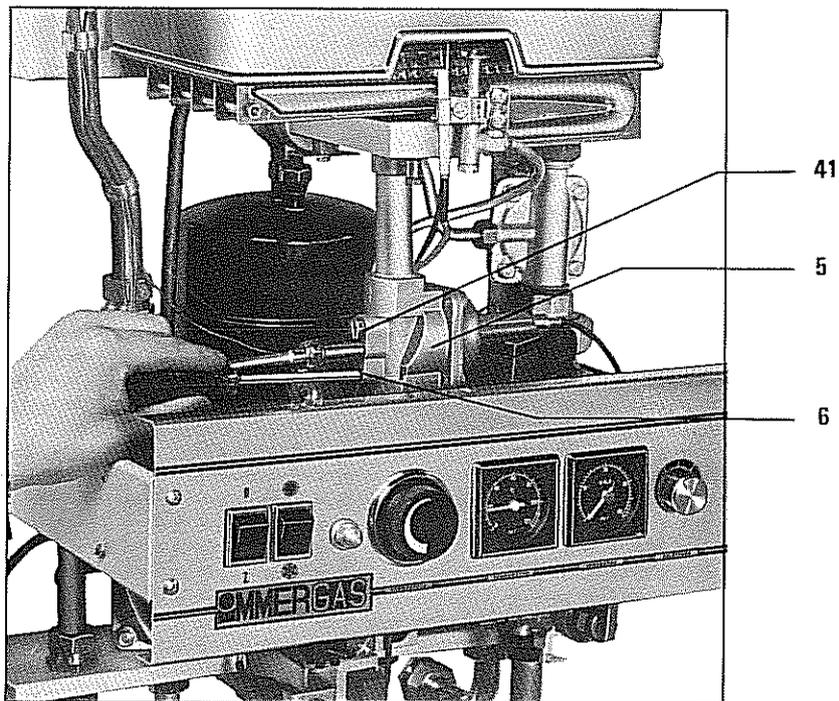

FIG. 17 — REGOLAZIONE DELLA PORTATA MINIMA DEL GAS
- Regolare la **portata minima** sulla valvola moduregolabile (5).
Per fare questo bisogna prima avvitare a fondo la vite (41) per la regolazione del riscaldamento, quindi agire sulla vite di minimo (6) dopo aver tolto il tappo di tenuta (vedi fig. 17), controllando che la portata gas non sia superiore ai valori minimi esposti sulla TAB. 3 per il tipo di gas utilizzabile. Ottenuta la regolazione della portata minima, regolare la potenza utile per il riscaldamento (vedi cap. 11).